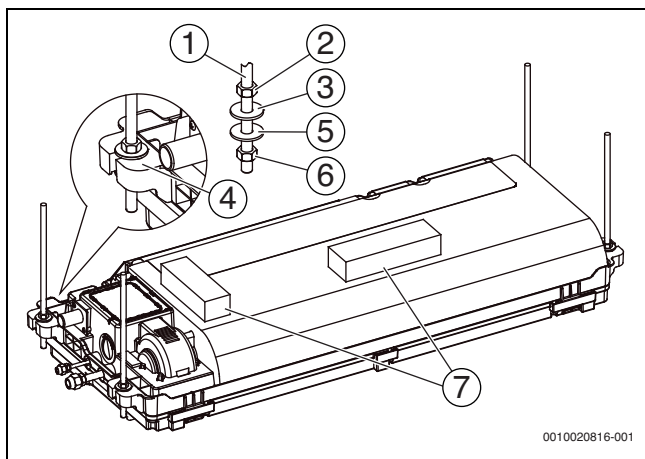

Рис. 11
- Подвесьте кондиционер на анкерных болтах. Чтобы определить длину и ширину, используйте уровень. В процессе монтажа необходимо поочередно отрегулировать четыре гайки 2 (→ рис. 11). Может возникнуть следующая ситуация: в процессе выравнивания кондиционера по уровню расстояние между шайбами 2 четырех анкерных болтов и нижней поверхностью потолка может оказаться разным, а следовательно, расстояние A для разных болтов не будет одинаковым. В таком случае самой важной задачей является обеспечение того, чтобы корпус блока был расположен строго горизонтально. Настраивайте положение блока до тех пор, пока разность уровней не станет как можно ближе к величине A.